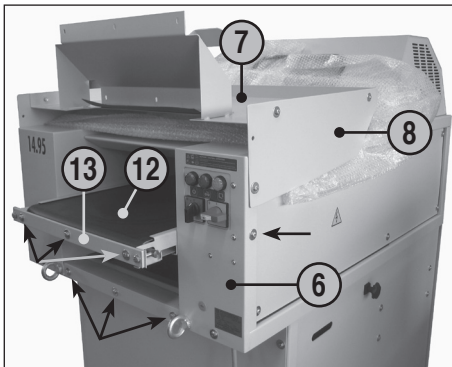

Рис. 1
- 6** = корпус (рис. 1, 2, 4)
- 7** = стол (рис. 1, 2, 4, 5, 6)
- 8** = защитный кожух (рис. 1, 2, 4)
- 12** = транспортерная лента (рис. 1, 2)
- 13** = крепление транспортерной ленты (рис. 1)
(Рис. 1, 2 и 3):
1. Вывернуть по 3 винта с шайбами на передней стенке прибора (6) и на лицевой стороне держателя ленточного транспортера (13), а также по одному винту ниже защитной крышки (8) с обеих сторон (см. пометки стрелками на рис. 1).